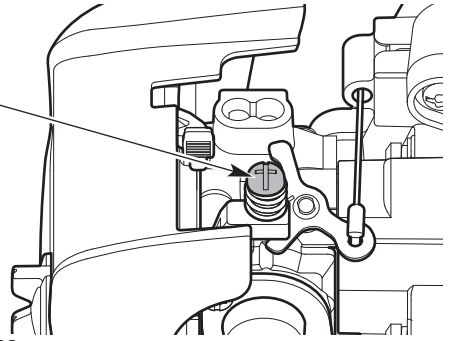

Fig. 28
- Si el motor se para, aumente la velocidad de ralentí. Use un destornillador Phillips pequeño para girar el tornillo de velocidad de ralentí en el sentido de las agujas del reloj, 1/8 de giro cada vez hasta que el motor funciona al ralentí de manera uniforme (Fig. 28).
- Si el cadena de sierra gira cuando el motor funciona al ralentí, reduzca la velocidad de ralentí. Gire el tornillo de velocidad de ralentí en el sentido contrario de las agujas del reloj, 1/8 de giro cada vez, hasta que se detenga el cadena de sierra (Fig. 28).